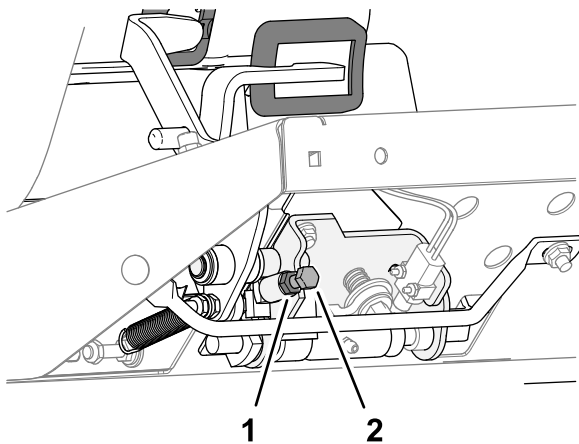

Figura 82
- Para diminuir a velocidade de avanço, gire o parafuso de paragem de velocidade (Figura 82) no sentido horário.